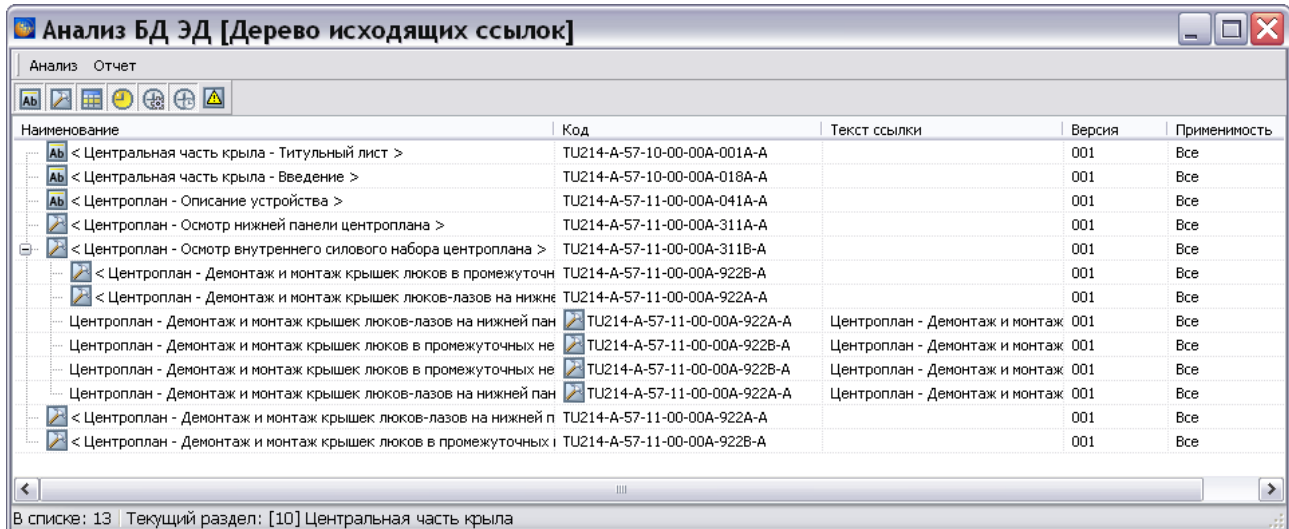
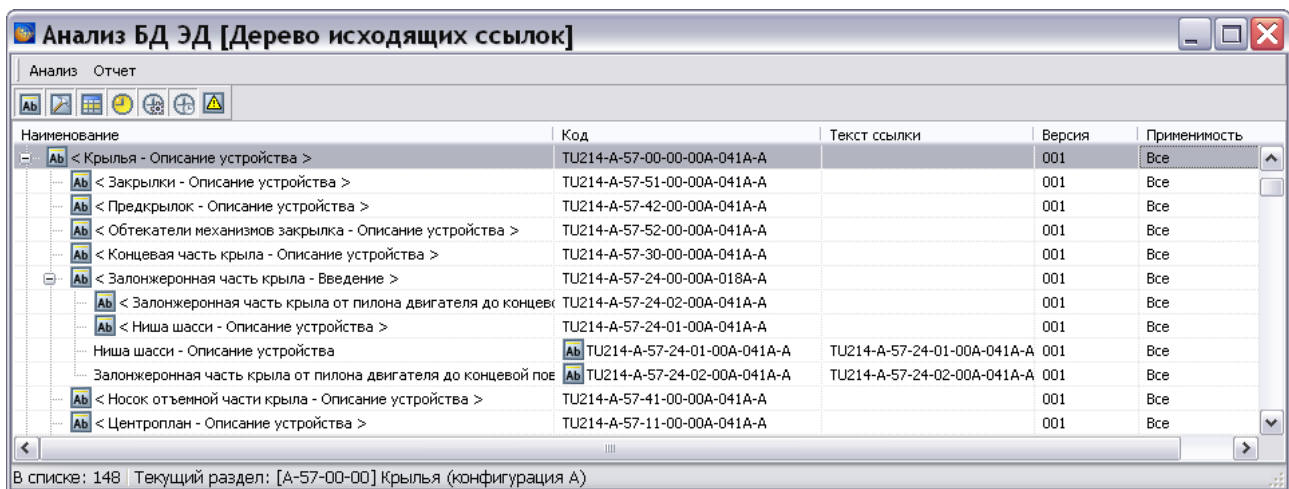

Рис. 21.113
Рис. 21.114
5. Нажмите на кнопку **Применить**. Результат анализа при глубине обхода ссылок «1» показан на Рис. 21.113, при глубине обхода ссылок «2» - на Рис. 21.114.
Рассмотрим результат анализа дерева исходящих ссылок с глубиной обхода ссылок «2» (Рис. 21.114). В первом столбце таблицы отображены в виде дерева наименования модулей